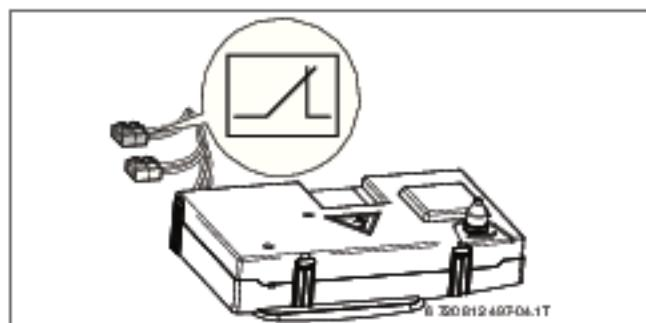

Рис. 17 Подключение реле контроля давления газа.
- ▶ Подключите реле контроля минимального давления газа непосредственно к клеммам [→ рис. 17, стр. 22].